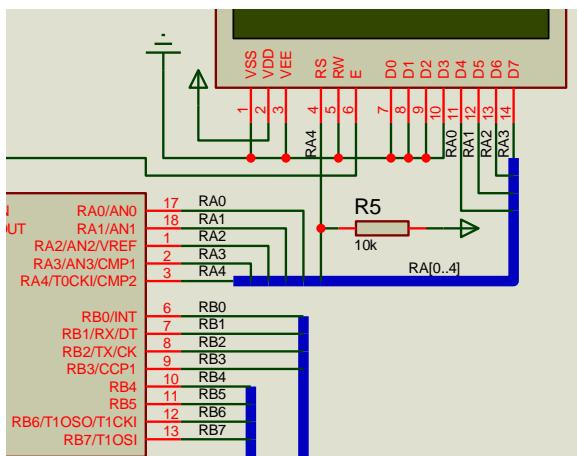

Figura 8.2.2 Detalle de la resistencia de pull-up en el pin RA4 (PIC16F628A)
**(PIC16F628A)** Debido a que el pin RA4 trabaja como drenaje abierto cuando se configura como salida, se hace necesario conectar una resistencia de *pull-up* como se observa en la figura 8.2.2.